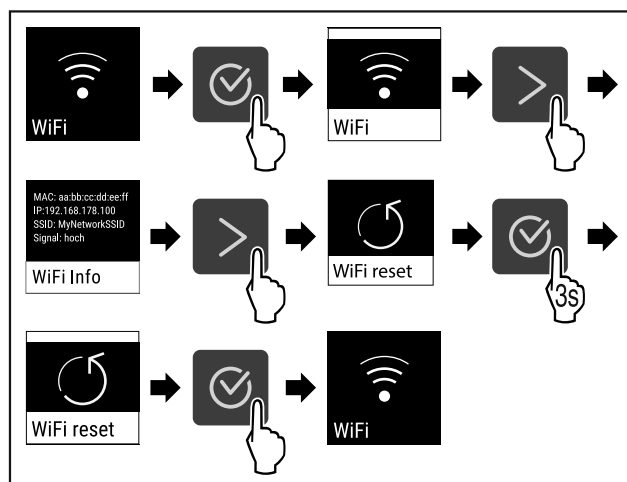

Fig. 88
- ▶ Proveďte akční kroky (viz Fig. 88).